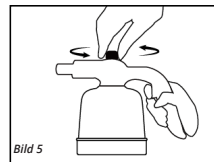

Bild 5
1. Håll först brännaren fast vid det avsedda handtaget, och vrid sedan kontrollflödesjulet moturs tills du hör gas som rinner ut ur munstycket. [Bild 5]